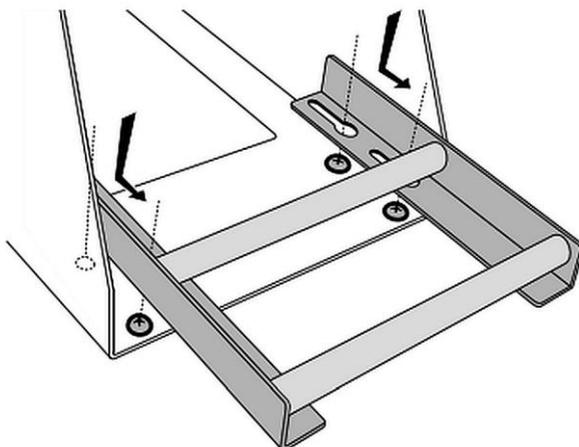

Abb. 3
3. Während Sie die Bauteile zusammenhalten, positionieren Sie diese über den 4 Schraubenköpfen (Abb. 3).